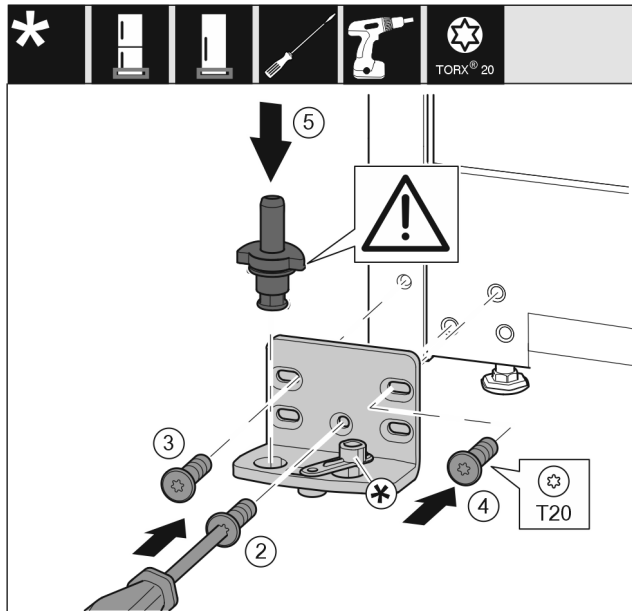

Fig. 18
- Sätt in lagerbocken på den andra sidan och skruva fast med hjälp av en skruvmejsel. Börja med skruven Fig. 18 (2) nere i mitten.
- Dra åt skruv Fig. 18 (3) och skruv Fig. 18 (4).
- Sätt in lagerbulten Fig. 18 (5) helt. Se till att låskammen riktas bakåt.